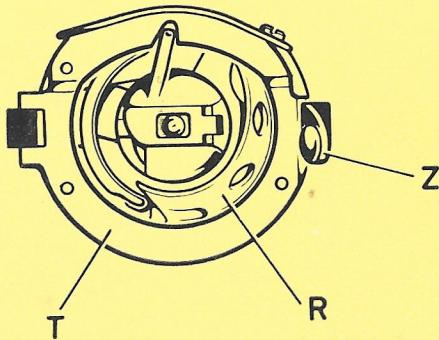

Fig. 23
- Push spring « Z » sideways with thumb of right hand (Fig. 23).